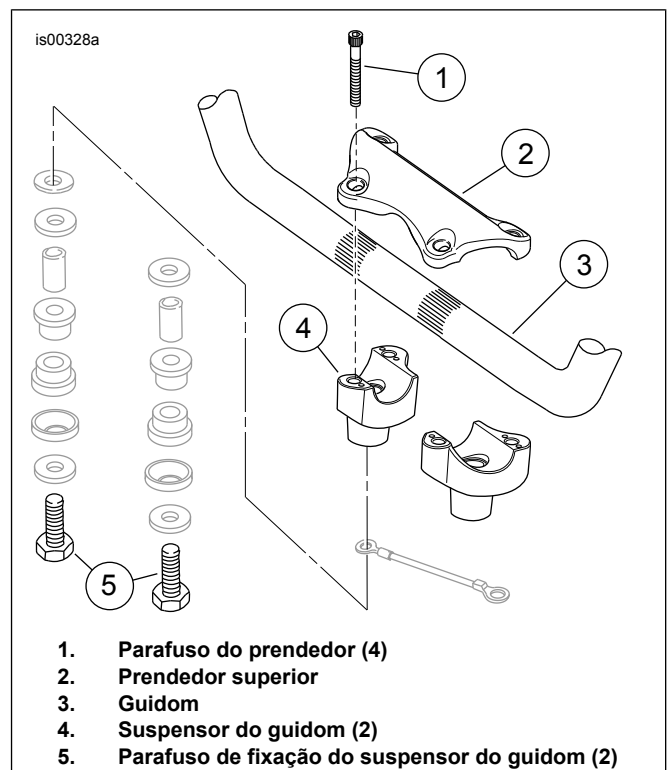

Figura 1. Suspensores e prendedores do guidom
20. Veja Figura 1. Remova os parafusos (1) que fixam o prendedor superior do guidom (2) nos suspensores (4). Remova o prendedor. Remova o guidom (3).